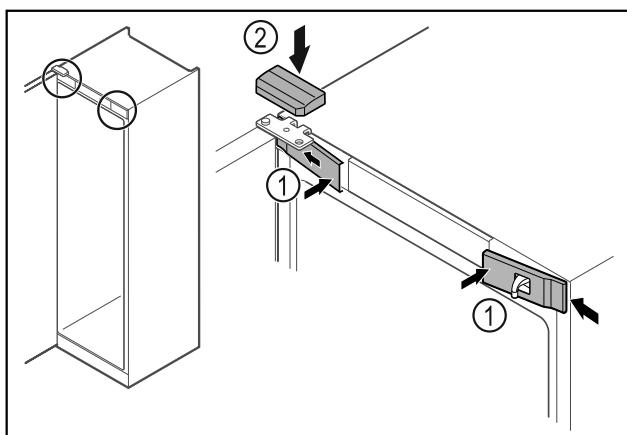

Fig. 52
- ▶ Зашелкните сбоку и защелкните передние крышки Fig. 52 (1).
- ▶ Защелкните верхнюю крышку Fig. 52 (2) сверху.